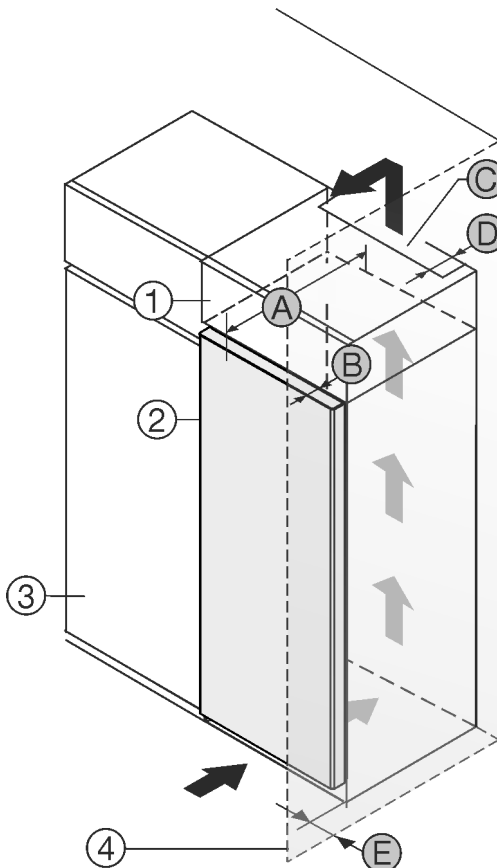

Fig. 1
Zariadenie môžete inštalovať priamo vedľa kuchynskej skrine Fig. 1 (3)*.
Na zadnej strane nastavnej skrine musí byť vetracia šachta s hĺbkou Fig. 1 (D) cez celú šírku nastavnej skrine.*
Pod stropom miestnosti sa musí dodržať prierez vetracieho otvoru Fig. 1 (C)*.
Ak zariadenie nainštalujete so závesmi vedľa steny Fig. 1 (4), tak vzďalenosť medzi zariadením a stenou musí byť minimálne 13 mm.*
Aby ste mohli dvere úplne otvoriť, zariadenie musí vyčnievať o hĺbku dvier Fig. 1 (B) prednej časti kuchynskej skrine. V závislosti od hĺbky kuchynských skriň Fig. 1 (3) a použitia dištančných držiakov na stenu môže zariadenie prečnievať ešte viac.*